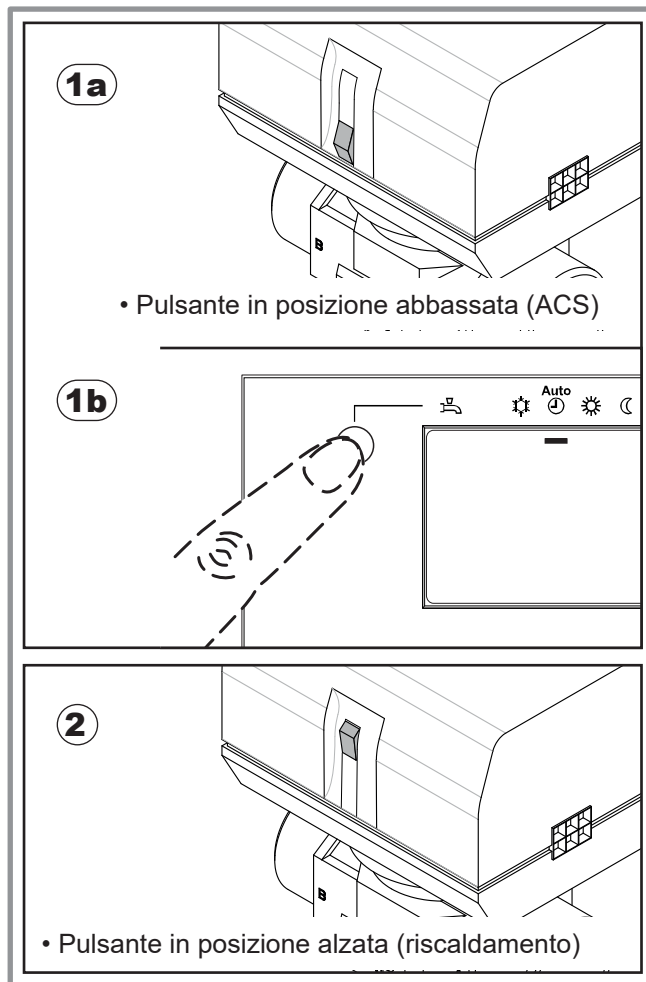

figura 49 - Valvola direzionale in posizione di riscaldamento
• **1a** - Se il pulsante della valvola direzionale è in posizione abbassata (posizione ACS) (figura 49) :
• **1a** - Se il pulsante della valvola direzionale deve trovarsi in posizione abbassata (posizione ACS) (figura 49) : seguire la procedura del capitolo 6.4.1 a partire dal passaggio n. **2**.
• **1** - Se il pulsante della valvola direzionale è in posizione abbassata (posizione ACS) (figura 49) :
• **1a** - Se il pulsante della valvola direzionale deve trovarsi in posizione abbassata (posizione ACS) (figura 49) : seguire la procedura del capitolo 6.5.1 a partire dal passaggio n. **2**.